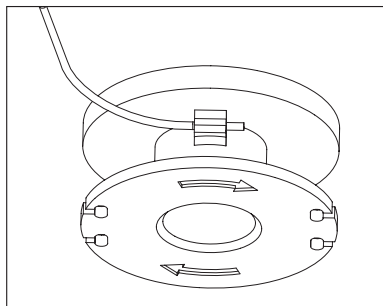

Fig. 34
2. Segure de forma firme a cabeça do aparador (13) com uma mão. Pressione os trincos de libertação (13b) em ambos os lados para remover a cobertura (13a).
7. Passe uma das extremidades da linha de corte (13d) através do ilhó pequeno no carretel (13c) na direção das setas (Fig. 34).